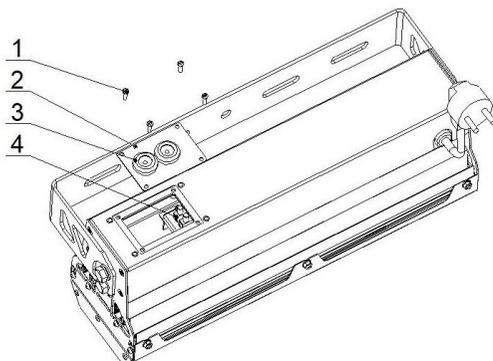
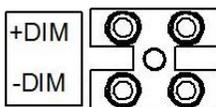

Рисунок 1. – Схема подключения светильника.
Рисунок 2. Клеммник подключения управления
5.3. Открутить винты (поз.1, рис.1), снять крышку (поз. 2, рис.1), проколоть кабельный ввод (поз.3, рис.1) в центре, провести через него кабель управления. Закрепить провода кабеля управления в клеммнике (поз. 4, рис.1) согласно схеме подключения на рис. 2.
Провода управления закрепить в клеммниках согласно маркировке (рисунок 2).